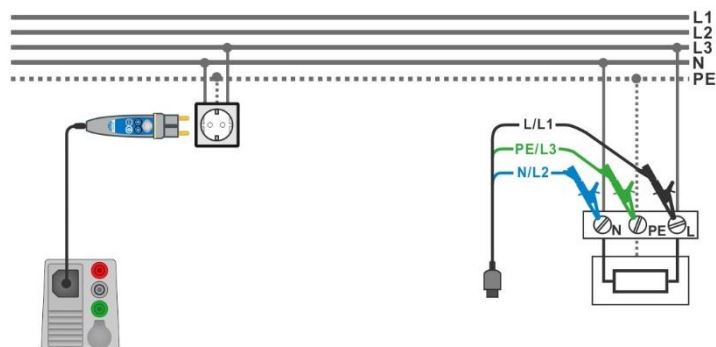

Abbildung 7.118: Anschluss des Commander-Prüfsteckers und des 3-Leiter Prüfadapters
- › Schließen Sie den 3-Leiter Prüfadapter oder den Commander Prüfstecker am Prüfling an, siehe **Abbildung 7.118**.